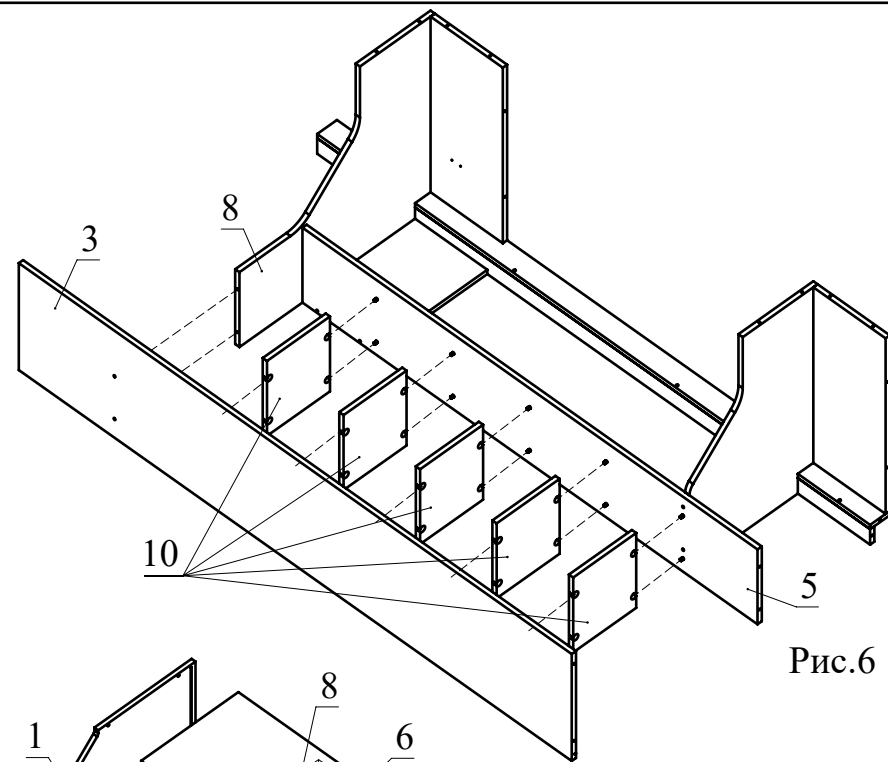

Рис.6
7. Соедините деталь 3 с деталью 8 при помощи конфирматов (Рис. 6). Установите детали 10 между деталями 3 и 8 и затяните головки рафиксов (Рис. 6).